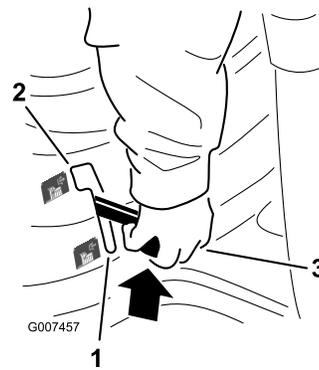

Bild 9
4. Kuppeln Sie den Zapfwellenantrieb (ZWA) aus (Bild 9).